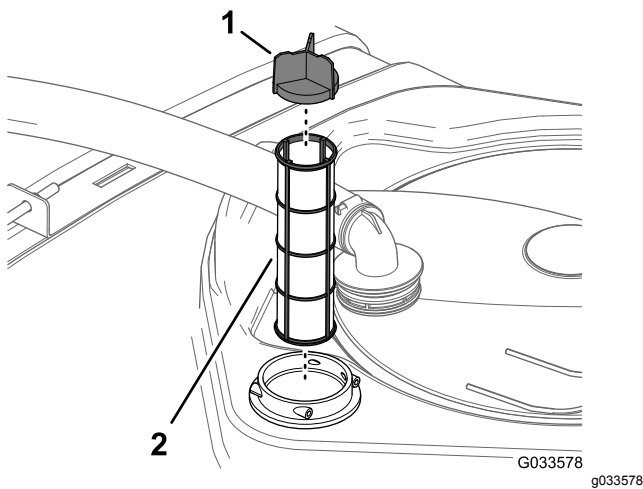

Figura 105
4. Retire el filtro de aspiración usado del alojamiento del filtro del depósito (Figura 105).